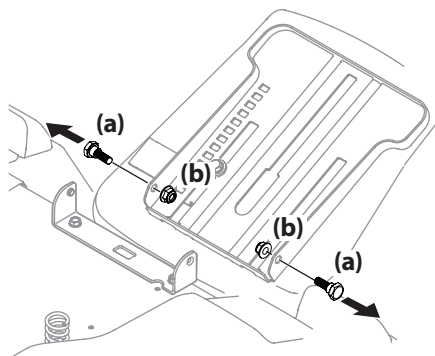

Figura 2-9
2. Quite los dos tornillos con reborde (a) y las tuercas de seguridad (b) con brida del contenedor del asiento tal como se muestra en la Figura 2-9.